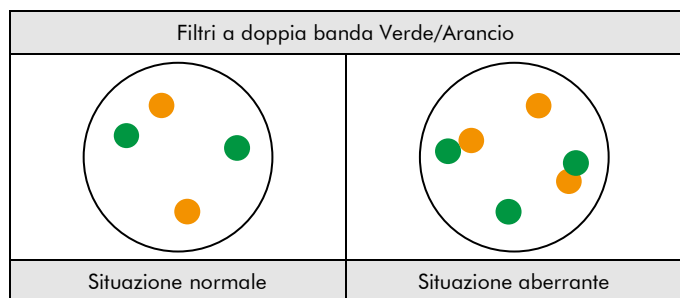

Fig. 2: Risultati attesi in situazione normale e aberrante
**Situazione normale:** nelle interfasi di cellule normali o di cellule senza una traslocazione che coinvolge le rispettive regioni geniche, si vedono due segnali separati verdi e due arancioni (vedere Fig. 2).
**Situazione aberrante:** Una fusione è indicata da un segnale separato arancione, un segnale separato verde e due segnali di fusione arancione/verde (vedere Fig. 2).